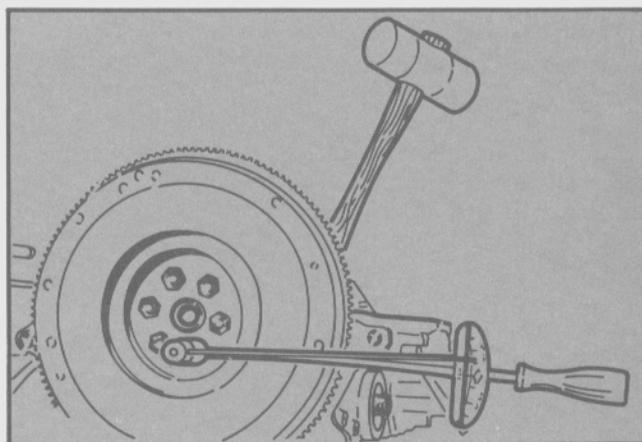

Fig. 45 - Instalación del volante de motor
- Montar el volante de motor y ajustarlo al torque indicado en especificaciones (Fig. 45).